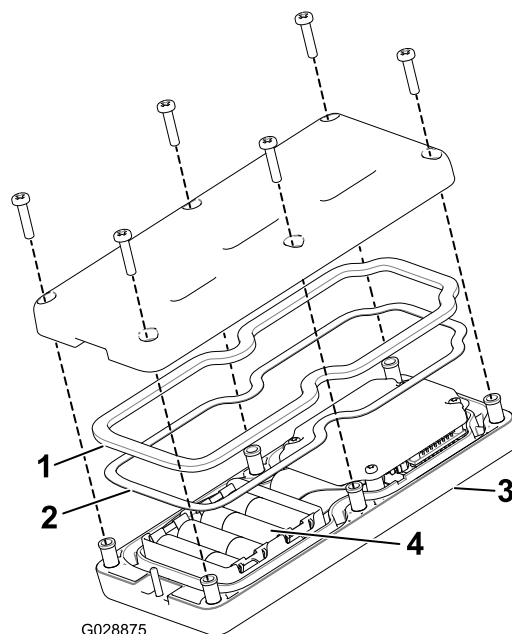

Figura 13
2. Ligue cada pilha no caixe terminal observando a devida polaridade. (Se as pilhas forem incorretamente instaladas, a unidade não será danificada, mas não funciona.) O encaixe tem gravadas marcas de polaridade em cada terminal (Figura 13).
3. Certifique-se de que a junta de aço e o vedante de borracha estão encaixados no canal no comando remoto e volte a colocar a tampa traseira (Figura 13).
4. Prenda a tampa com seis parafusos (Figura 13) e aperte-os com uma força de 1,5 a 1,7 N·m.